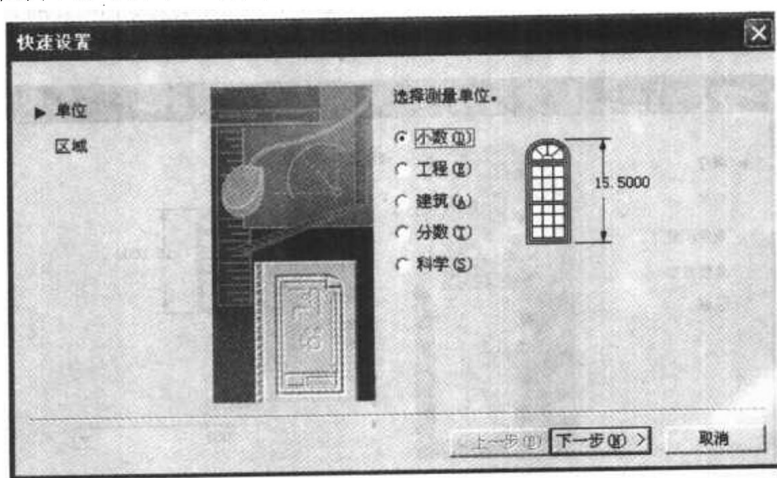

图 1.5 快速设置定义测量单位界面
- ◆ **【向导】** 选择此选项后，系统提供两种选择方式，即快速设置和高级设置。快速设置只设计图幅的大小和单位，当选择快速设置时，系统打开快速设置定义测量单位界面，如图 1.5 所示。